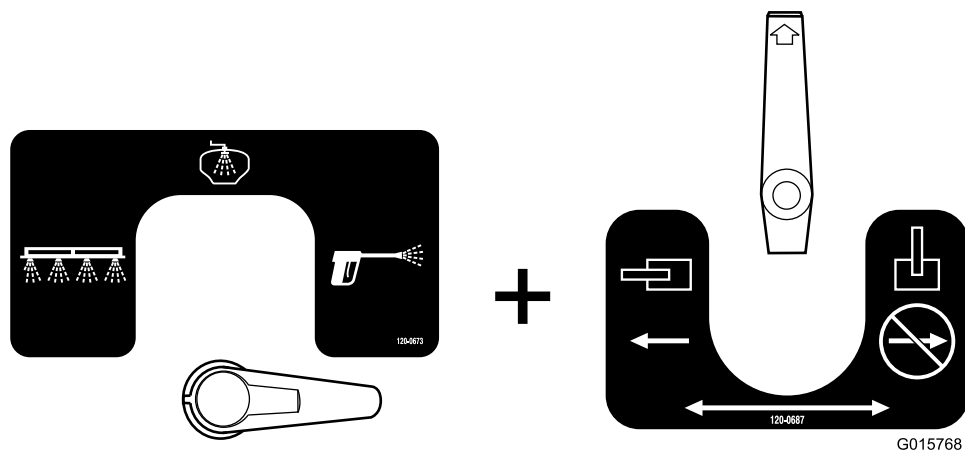

Figura 54
- Questa è la disposizione della pistola a spruzzo (Figura 54). Utilizzatela per spruzzare l'acqua di lavaggio dalla pistola a spruzzo.